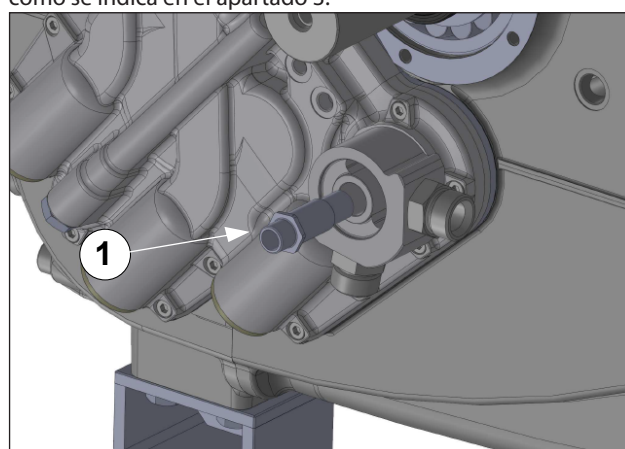

Fig. 130
Enroskar los dos codos de conexión con los tubos del intercambiador (pos. ①, Fig. 130) y apretarlos con la llave dinamométrica como se indica en el apartado 3.